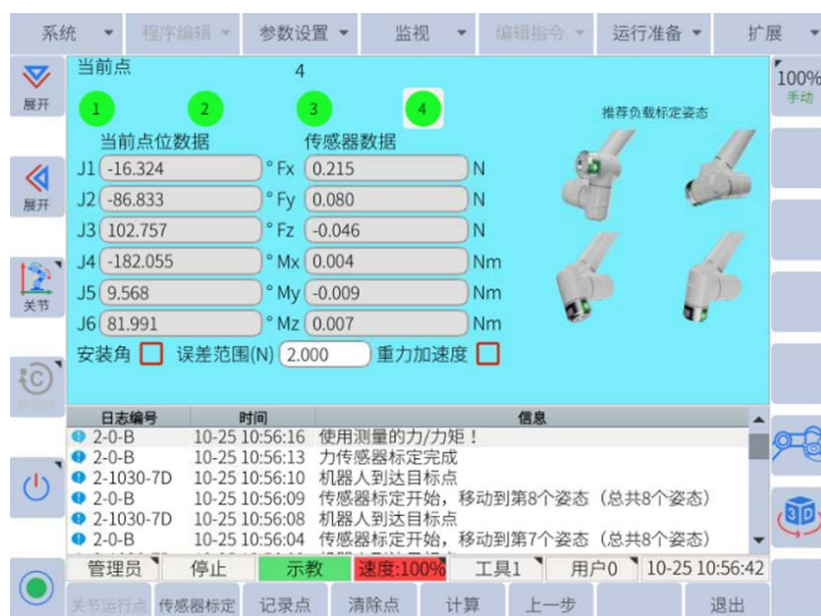

图 6-40: 负载辨识点位数据记录界面
- (c) 重复上述操作步骤，依次记录点位3和点位4的位置信息和力传感器数据，记录完成后的界面如图6-40所示。